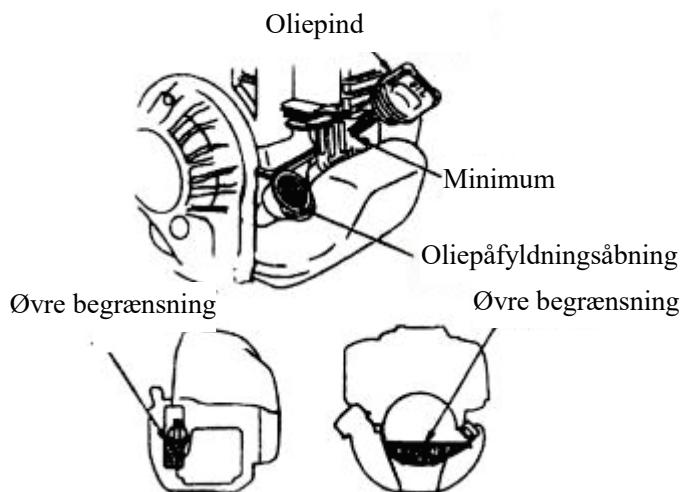

Fig. 3
4.3.2 Benzimotoren skal stå vandret. Skru oliepinden ud, og kontrollér olieniveauet som vist i fig. 3. Hvis olieniveauet er for lavt, skal der efterfyldes op til den øvre begrænsning. Hvis olien er snavset, skal den udskiftes.